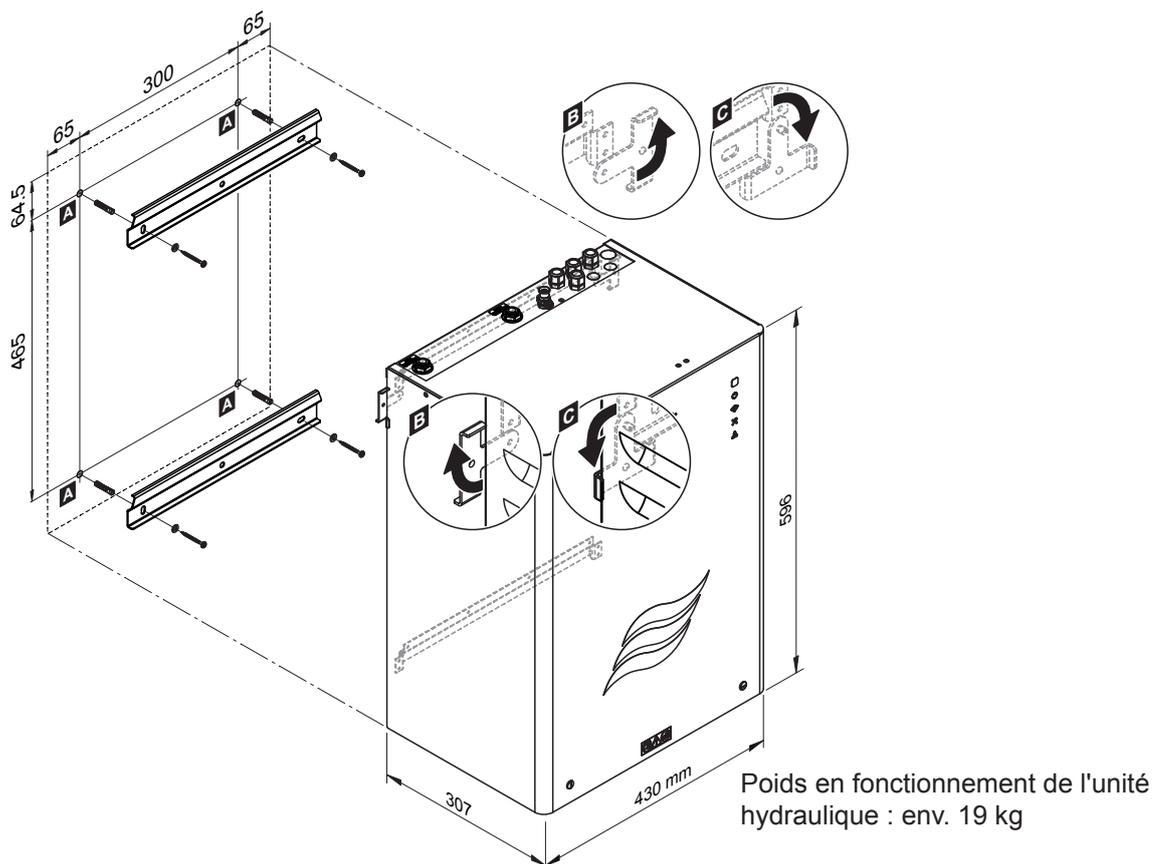

Fig. 15: Montage de l'unité hydraulique (dimensions en mm)
3. Tourner les éléments de blocage vers l'extérieur sur les deux côtés de l'unité hydraulique (position ouverte, voir Détail « B » dans Fig. 15).
4. Fixer l'unité hydraulique aux supports muraux. Tourner ensuite vers l'intérieur les deux languettes d'arrêt situées à l'arrière de l'unité hydraulique (position fermée, voir Détail « C » dans Fig. 15) pour fixer l'unité hydraulique au support mural supérieur.